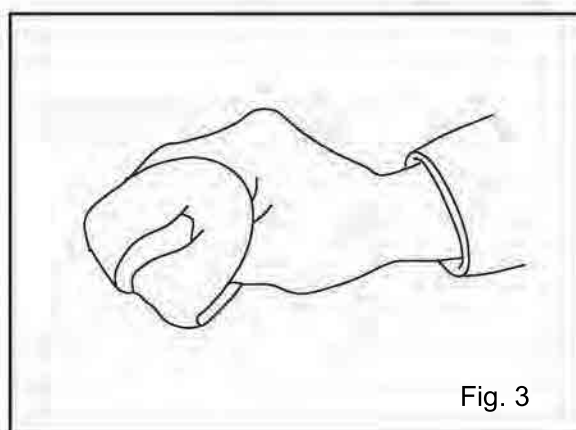

Fig. 3
- Permita que el elemento filtrante se seque completamente. Una vez seco, aplique una gota de aceite de motor al elemento del filtro. Apriete el elemento (Fig. 3) para distribuir el aceite por completo.